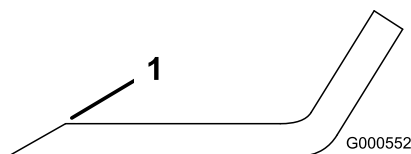

Figure 57
1. Au moyen d'une lime, aigüisez les tranchants aux deux extrémités de la lame (Figure 57).
**Remarque:** Si la lame est déséquilibrée, limez un peu l'extrémité de l'ailette seulement (Figure 57).